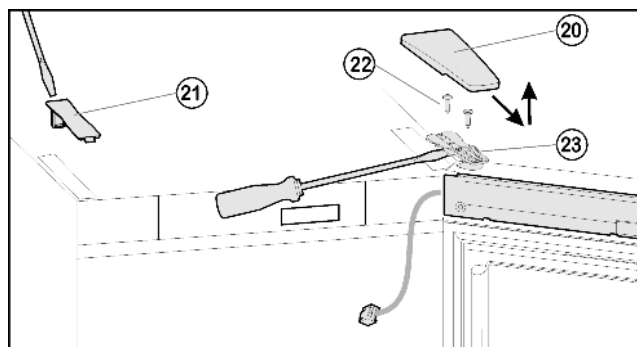
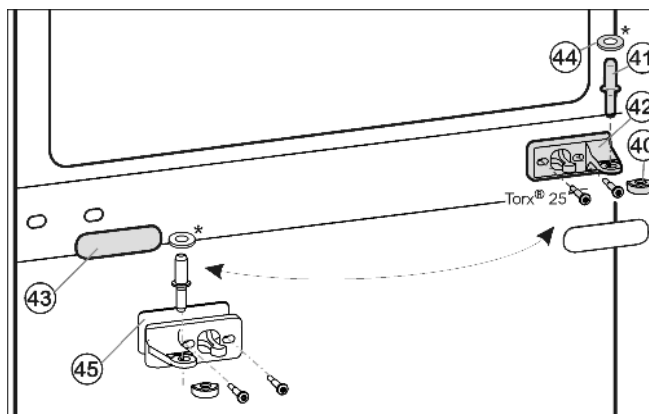
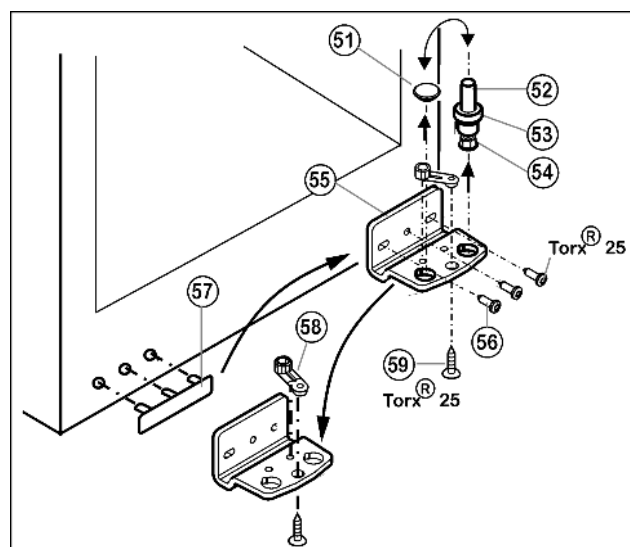

Fig. 6
Fig. 7
Fig. 8
- Крышку Fig. 6 (20) снимите движением вперед и вверх
- Снимите крышку Fig. 6 (21).
- Полностью выверните винты Fig. 6 (22).
- Снимите дверцу вместе с опорным кронштейном Fig. 6 (23) и кабелем вверх. Для снятия, возможно, понадобится осторожно подцепить опорный кронштейн снизу шлицевой отверткой.
- Вытащите из опорного кронштейна и нижней дверцы средний опорный палец Fig. 7 (41).
- Снимите пластмассовый колпачок Fig. 7 (40).
- Открутите средний опорный кронштейн Fig. 7 (42) (2 шт. Torx® 25).
- Осторожно снимите накладку Fig. 7 (43).
- Прикрутите средний опорный кронштейн Fig. 7 (42) с подкладкой Fig. 7 (45) с поворотом на 180° на новую сторону шарнира (с моментом 4 Нм).
- Защелкните накладку Fig. 7 (43), повернув на 180°, на стороне, где теперь будет ручка.
- Извлеките опорный винт Fig. 8 (52) в комплекте с шайбой Fig. 8 (53) и регулируемой опорой Fig. 8 (54), вытягивая его вверх.
- Снимите пробку Fig. 8 (51).
- Открутите Fig. 8 (56) опорный кронштейн Fig. 8 (55).
- Открутите Fig. 8 (59) опорную деталь Fig. 8 (58) и, переставив в отверстие на противоположной стороне опорного кронштейна, снова прикрутите.
- Осторожно снимите и переставьте на противоположную сторону крышку со стороны ручки Fig. 8 (57).
- Снова прикрутите опорный кронштейн Fig. 8 (55) на новой стороне шарнира (с моментом 4 Нм). При необходимости используйте аккумуляторный шуруповерт.
- Переставьте пробку Fig. 8 (51) в свободное отверстие.
- Вновь установите опорный винт Fig. 8 (52) в комплекте с шайбой и регулируемой опорой. При этом фиксатор должен быть направлен назад.
- ▶ Установите дверь сверху на опорный палец *Fig. 8 (52)*.
- ▶ Снова наденьте пластмассовый колпачок *Fig. 7 (40)* на средний опорный кронштейн *Fig. 7 (42)*.
- ▶ Вставьте средний опорный палец *Fig. 7 (41)* через средний опорный кронштейн *Fig. 7 (42)* в нижнюю дверцу.
- ▶ Установите верхнюю дверцу на средний опорный палец *Fig. 7 (41)*, закройте дверцу и установите верхний опорный кронштейн *Fig. 6 (23)* так, чтобы он защелкнулся в верхней стороне устройства.
- ▶ Закрутите опорный кронштейн *Fig. 6 (23)* (с усилием 4 Нм). При необходимости просверлите отверстия или используйте аккумуляторную отвертку.
- ▶ Защёлкните крышку *Fig. 6 (20)* и крышку *Fig. 6 (21)*.
- ▶ При необходимости выровняйте дверцы через два продольных паза в нижнем опорном кронштейне *Fig. 8 (55)* и среднем опорном кронштейне *Fig. 7 (42)* параллельно корпусу устройства. Для этого выкрутите средний винт на нижнем опорном кронштейне *Fig. 8 (55)*.